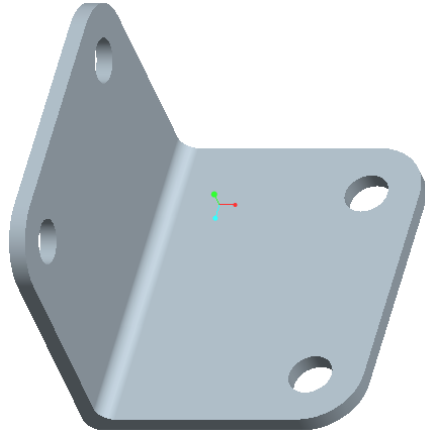

図 3-39 補強金具の完成
- 同様に他の3つのコーナーに貫通穴を作成すると図 3-39 のように補助金具が完成する。